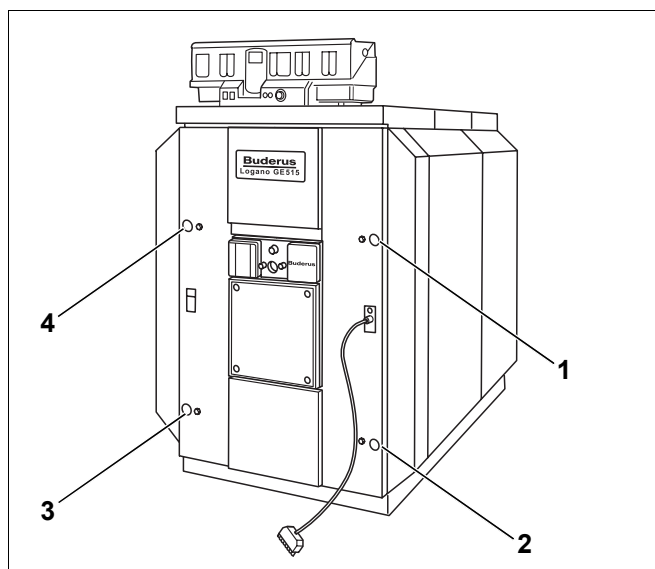

Fig. 71 Fissaggio della porta del bruciatore
- ▶ Allentare i quattro bulloni che fissano la porta del bruciatore all'elemento anteriore (fig. 71, da [1] a [4]).